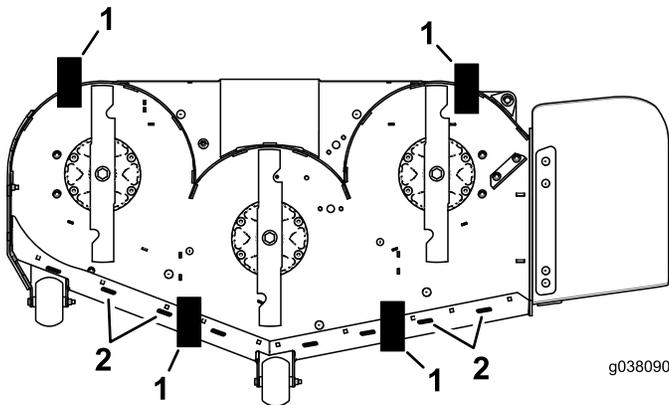

図 85
9. 刈り込みデッキのスカートの後ろのエッジ部の下にブロックを2個下の表を参照、また、左右それぞれに1個セットする 図 85。